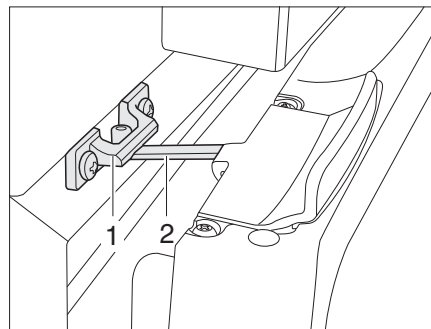

Fig. 134 Porta del frigorifero in posizione di ricircolo d'aria (Thetford)
- Aprire il bloccaggio (Fig. 134,2) e innestarlo nella sede di bloccaggio (Fig. 134,1). In questo modo la porta del frigorifero rimane ferma in posizione socchiusa.